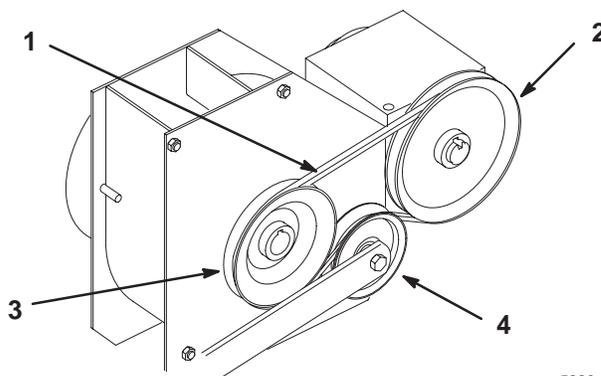

Figure 88
2. Tirez sur le bras de tension rappelé par ressort, situé derrière la roue motrice gauche, pour détendre la courroie de soufflante (Fig. 88). Bloquez-le dans la fente du bâti.
4. Placez une courroie neuve autour des poulies du boîtier d'engrenages de PdF et de la soufflante. Relâchez ensuite le bras de tension et placez la courroie sur la poulie de tension (Fig. 88).
5. Vérifiez que la courroie est bien alignée avec les poulies de boîtier d'engrenages de PdF, de soufflante et de tension (Fig. 88).